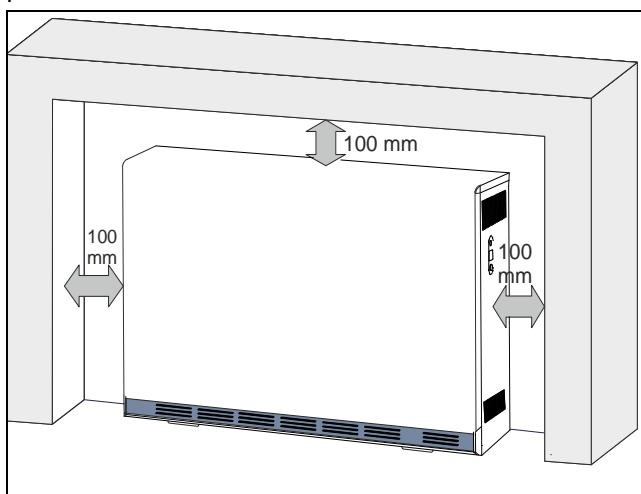

Fig.3: Distanze laterali minime
- Devono essere rispettate le distanze minime indicate. (Fig. 3)